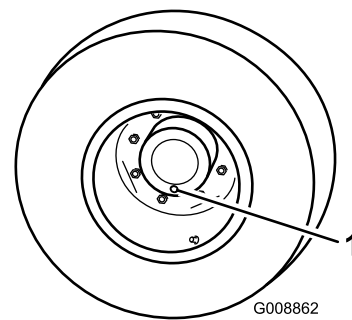

Figura 105
1. Coloque a máquina numa superfície nivelada, posicione uma roda de forma a que um dos tampões de verificação se encontre na sua posição mais baixa (6 horas) (Figura 105).